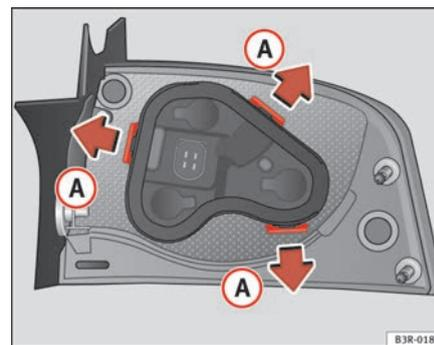

Fig. 210 Languettes de fixation au dos du feu arrière
- Déverrouillez les languettes de fixation ⇒ fig. 210 ①.